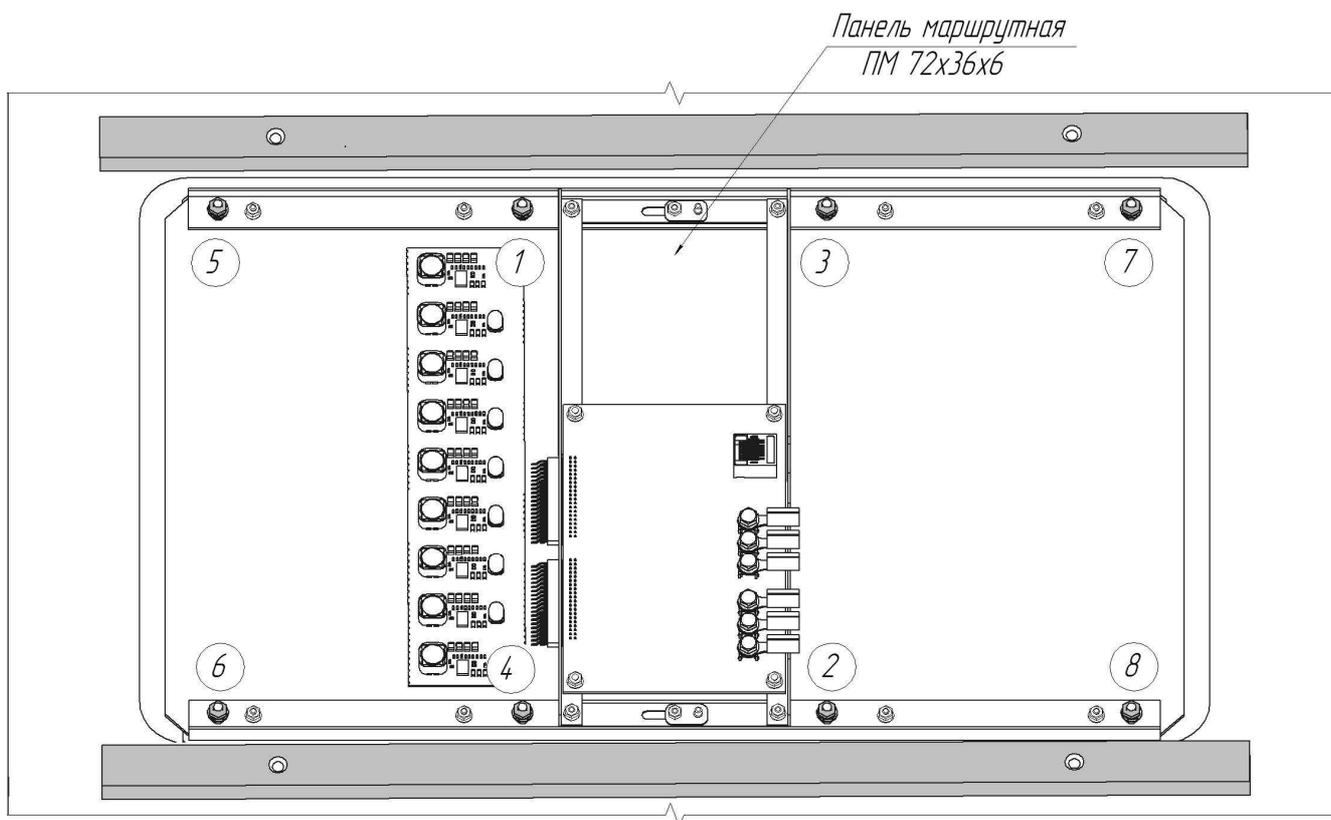

Рис.5 Рекомендуемая схема последовательности затяжки гаек.
- Окончательное закрепление производить согласно схемы затяжки (см. рис.5). Момент затяжки 2,00 (0,20) Н*м (кгс*м).